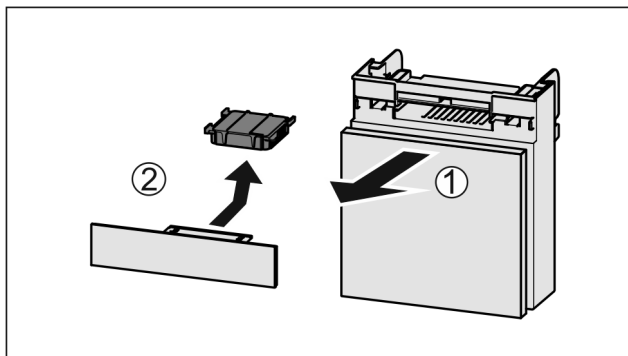

Fig. 145
- Zásuvku vytáhněte dopředu Fig. 145 (1).
- Filtr s aktivním uhlím vyjměte Fig. 145 (2).